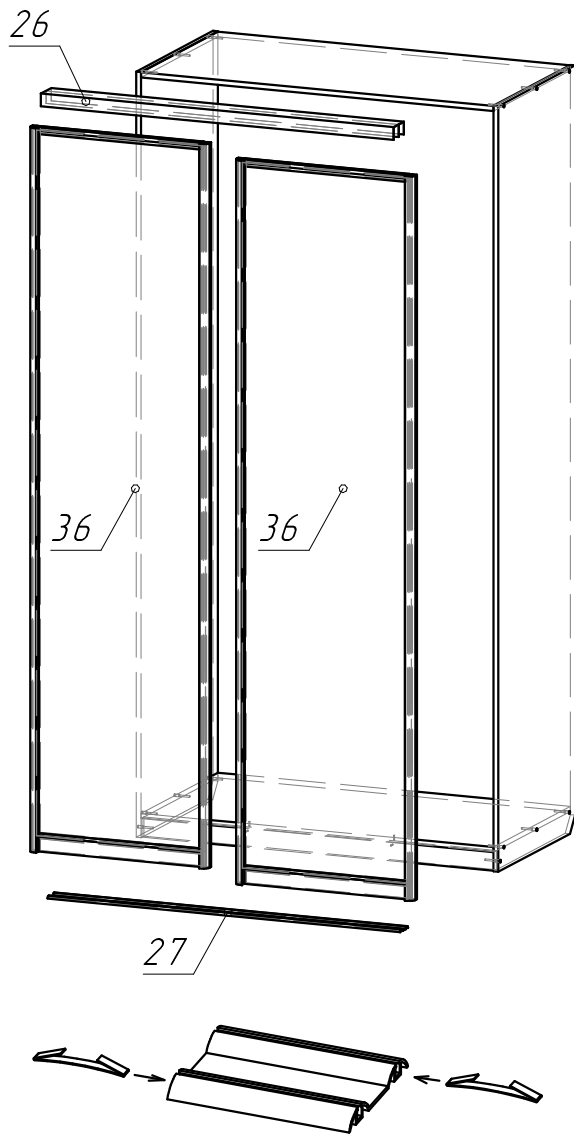

Рис. 2
2. Установить стопора дверей на нижнюю направляющую в соответствии с рис. 2. При этом количество стопоров должно равняться количеству дверей шкафа-купе.